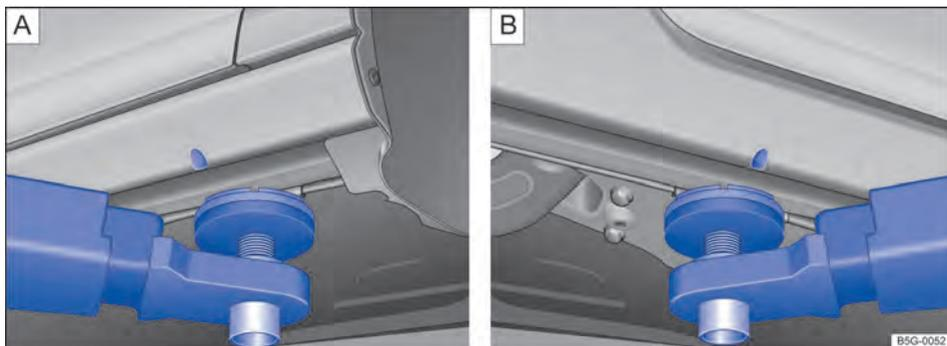
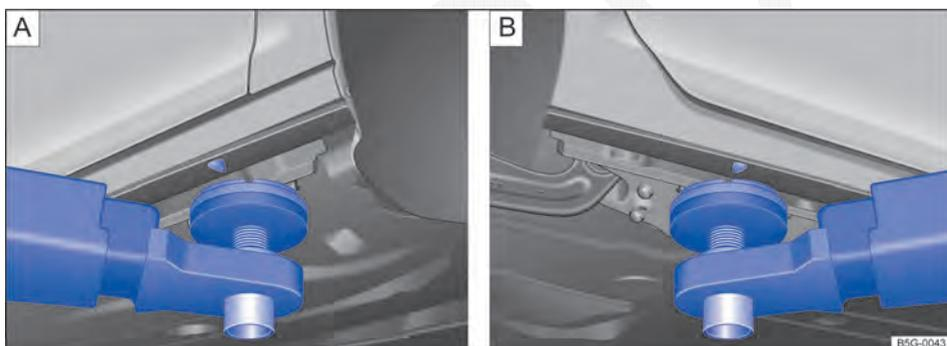

Fig. 189 **A** Pontos de apoio dianteiros e **B** ponto de apoio traseiro para suspender com a plataforma elevatória ou o macaco (variante A).
Fig. 190 **A** Pontos de apoio dianteiros e **B** ponto de apoio traseiro para suspender com a plataforma elevatória ou o macaco (variante B).
O veículo deve ser suspenso somente pelos pontos indicados nas figuras ⇒ **Fig. 189** ou ⇒ **Fig. 190**. Se o veículo não for suspenso pelos pontos indicados, poderão ocorrer danos no veículo ⇒  e ferimentos graves ⇒ .
- Suspender o veículo somente pelos pontos indicados nas figuras ⇒ **Fig. 189** ou ⇒ **Fig. 190**. Se o veículo não for suspenso pelos pontos indicados, o veículo poderá cair